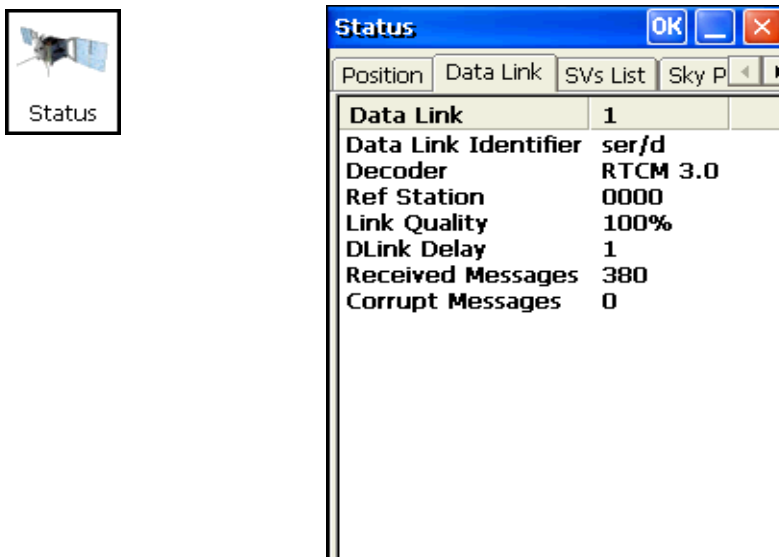

Рис. 3-18. Окно Status - вкладка Data Link
15. Для настройки RTK ровера нажмите **Status** (Рис. 3-18 на стр. 3-19), чтобы убедиться, что приемник принимает дифференциальные поправки. Как правило, приемник начинает выдавать координаты фазового центра антенны вместе с типом решения через 10-30 секунд. Однако, при использовании модемов Spread Spectrum и телефонов стандарта GSM на синхронизацию может уйти 60 секунд.